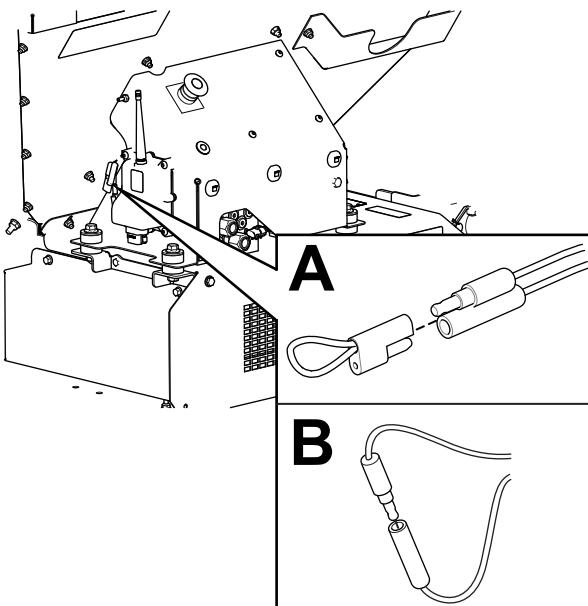

Рисунок 59
- Снимите привязанную крышку с двух диагностических замыкающих разъемов (Рисунок 59, A).
- Соедините диагностические замыкающие разъемы друг с другом (Рисунок 59, B).
- Отсоедините диагностические замыкающие разъемы (Рисунок 59, В).
- Наденьте привязанную крышку на 2 диагностических замыкающих разъема (Рисунок 59, А).